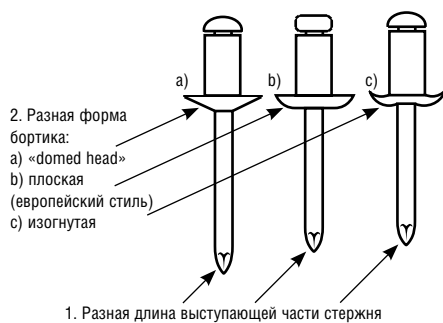

Рис. 1
- Разная форма бортика заклепки (рис. 1). Бортик может быть как плоским (типично для заклепок, производимых в Европе), так и заостренным domed head (типично для заклепок, производимых в Азии по стандартам IFI для поставки в США). Эта разница заметна и после установки заклепки.
- Выступающая часть стержня у заклепок одного размера (один и тот же диаметр и длина гильзы) у разных типов (фабрик) может различаться (рис. 1). Но она одинакова для разных партий одной фабрики. Достаточно приставить заклепки друг к другу, чтобы это заметить.
- Все заклепки из сплава AlMg1% произведены в Азии (поставлены могут быть и через европейские фирмы, см. «Кто ломает рынок крепежа» в «ТС» №2, 2007 г.). Как правило (но не обязательно), заклепки азиатского производства выпущены по стандарту IFI и имеют форму бортика domed head (см. описание выше и рис. 1). Наличие такого бортика само по себе не является криминалом, но его сочетание со стержнем из обычной стали является очень весомым доводом демонтировать узел и отправить заклепку на химический анализ.